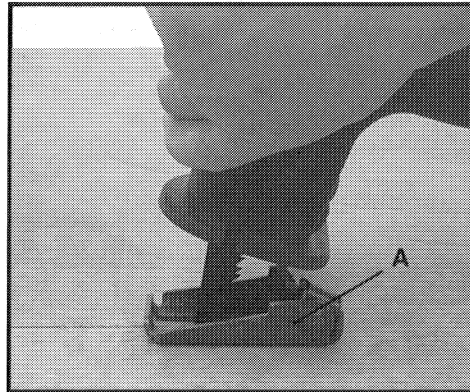

Fig. 8
La zapata (A) Fig. 8 sirve de apoyo durante los cortes. Su movimiento giratorio permite la inclinación gradual de la sierra hasta llegar a la posición perpendicular mientras se mueve hacia el operario.